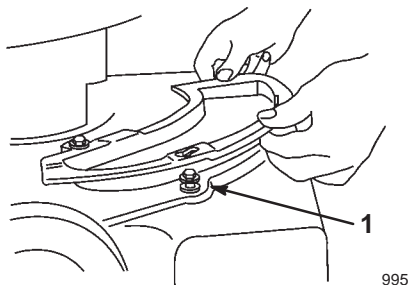

Figure 47
- Placez la plaque d'obturation sur les boulons à épaulement (Fig. 47).